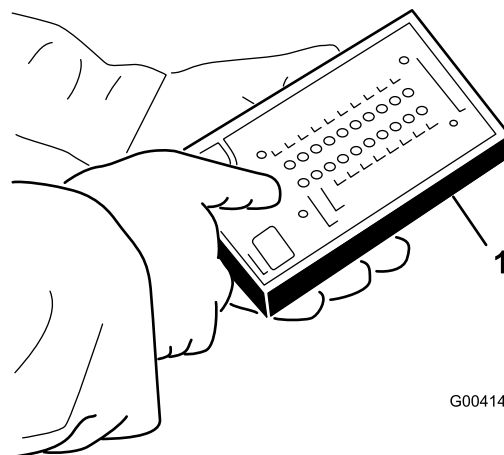

Figura 46
5. Ligue o conector do visor ACE de diagnóstico ao conector de fios (Figura 46).